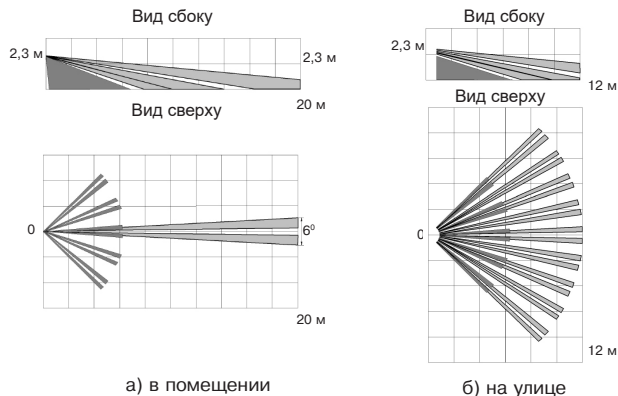

Рисунок 1 – Диаграмма зоны обнаружения извещателя
1.3 Извещатель формирует линейную зону обнаружения (рисунок 1).